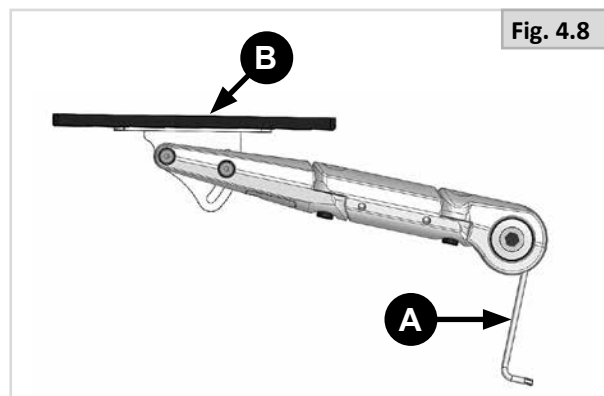

Fig. 4.8
Parte 1 (Fig. 4.8)
2. Desaperte (A) para ajustar (B).
3. Aperte novamente os parafusos (A na Fig. 4.8) em ambos os lados com um binário de 30 Nm.